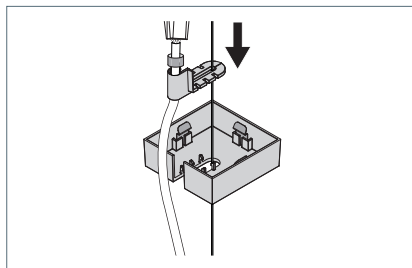

Fig. 18: Inserimento del condotto per cavi.
- Inserire il condotto per cavi nel rosone, vedi Fig. 18.